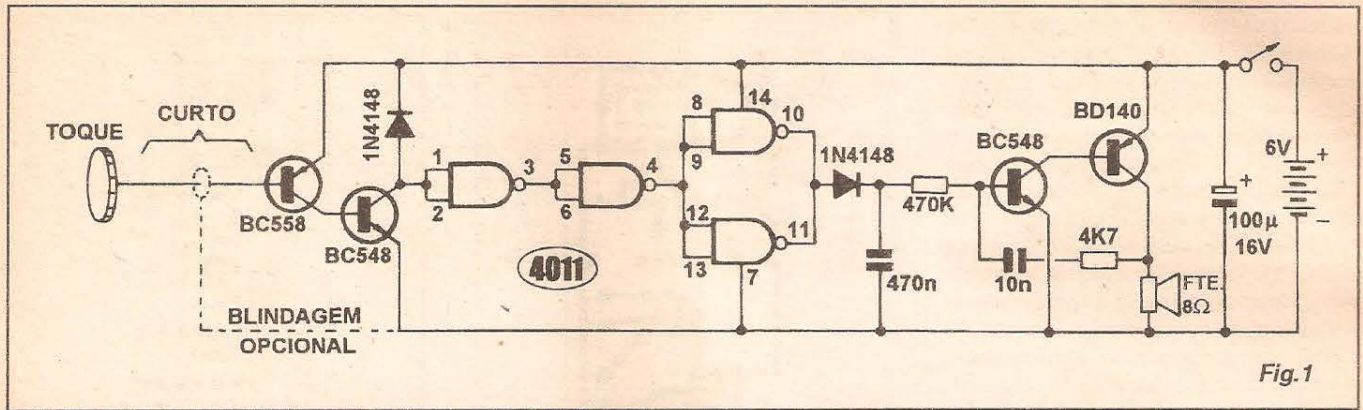

Fig.1
- FIG. 1 - DIAGRAMA ESQUEMÁTICO DO CIRCUITO - Inicialmente, um poderoso (em termos de ganho...) amplificador com dois transistores (BC558 e BC548) arranjados numa espécie de Darlington complementar capta o ruído elétrico introduzido no sensor pelo dedo do operador (esse ruído, de 60 Hz, corresponde à natural captação, pelo corpo da pessoa, do campo eletro-magnético presente em todo local servido pela rede C.A. de 110 ou 220 volts, e se manifesta mesmo que a dita pessoa esteja a vários metros da fiação de C.A. embutida nas paredes...). Depois de amplificado em nível, tal ruído elétrico é entregue pelo coletor do BC548 diretamente à entrada (pinos 1-2 reunidos...) de um primeiro gate C.MOS em função sim-